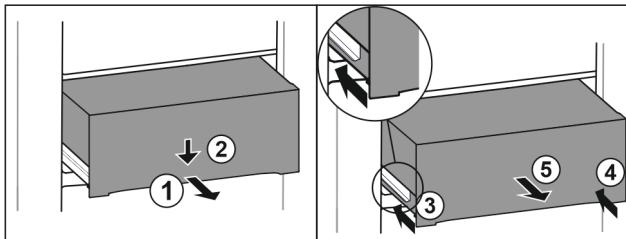

Fig. 121
- ▶ Вытяните выдвижной ящик наполовину. Fig. 121 (1)
- ▶ Вдавите выдвижной ящик в передней части вниз. Fig. 121 (2)
- ▶ Задвиньте левую направляющую прим. на 2 см. Fig. 121 (3)
- ▶ Задвиньте правую направляющую прим. на 2 см. Fig. 121 (4)
- ▶ Извлеките выдвижной ящик движением вперед. Fig. 121 (5)